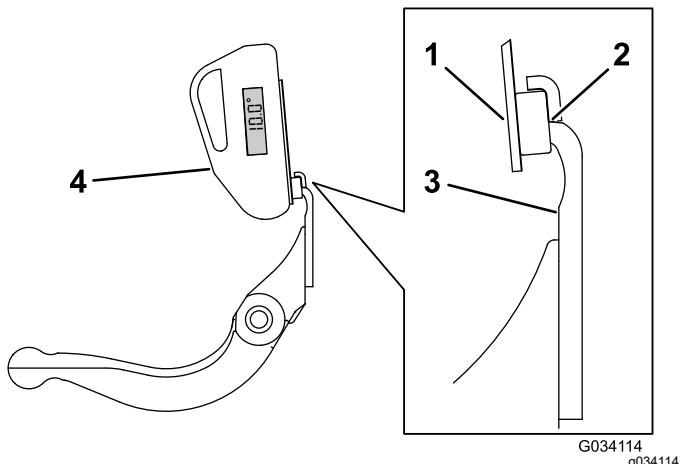

Figura 31
3. Posizionate il supporto del goniometro sul bordo della controllama, in modo che il bordo del magnete corrisponda a quello della controllama (Figura 31).
4. Posizionate il goniometro sul supporto, come illustrato nella Figura 31.